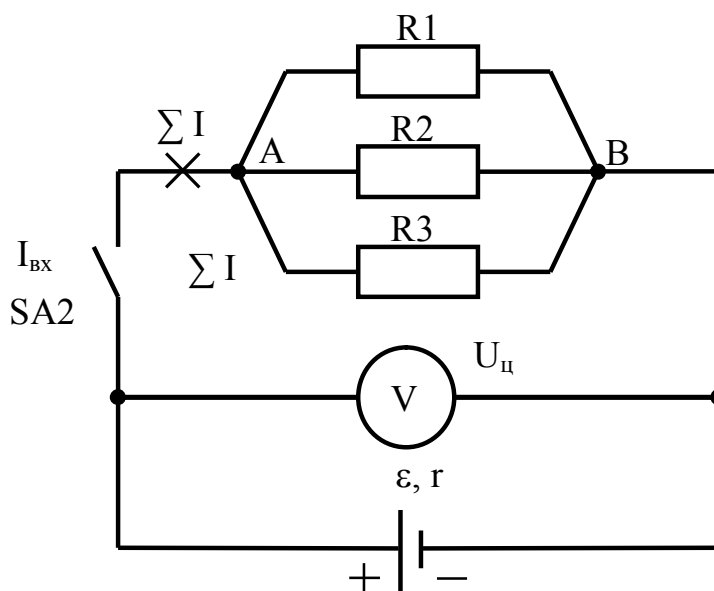

Рис. 9
1. Произведите измерение ЭДС ( $\varepsilon$ ) источника питания прибора, для чего установите переключатели в следующие положения: SA3  $\rightarrow$   $U_{ц}$ ; SA1  $\rightarrow$   $\sum I$ ; SA2  $\rightarrow$  ЭДС. Снимите показания вольтметра и занесите в таблицу 2 (рис. 9).